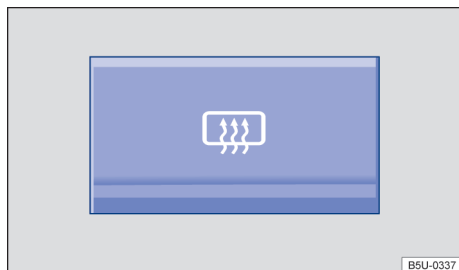

Fig. 92 En la consola central: botón del desempañador de la luneta.
- Presionar el botón → **fig. 92** para encender el desempañador de la luneta.